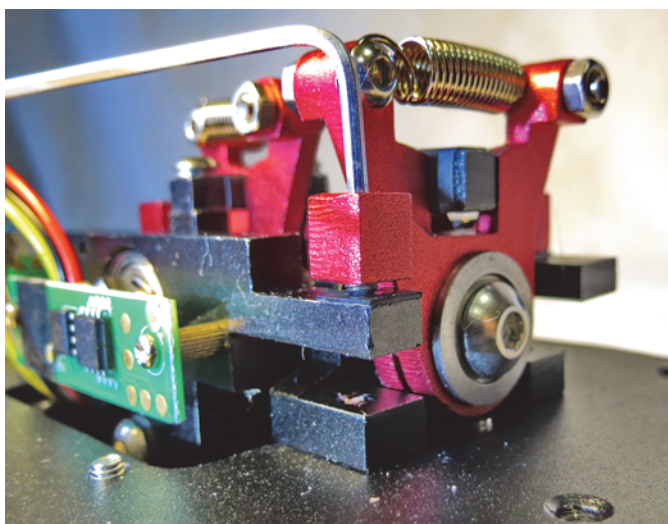

Рис. 1.7.
3. Вращая регулировочный винт при помощи того же шестигранника (рис. 1.7) добейтесь устранения люфта оси.